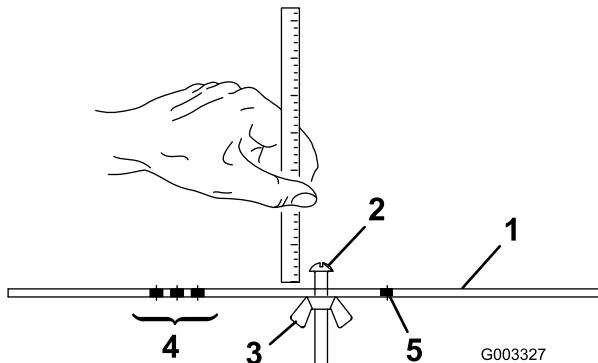

Figure 23
- Desserrez l'écrou du gabarit (Figure 23) et tournez la vis de réglage de manière à obtenir la hauteur de coupe voulue. L'écartement entre la base de la tête de la vis et la face du gabarit correspond à la hauteur de coupe.